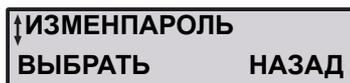

Рис. 11: Изменение пароля
2. Выберите пункт "ИзменПароль", Рисунок 11.